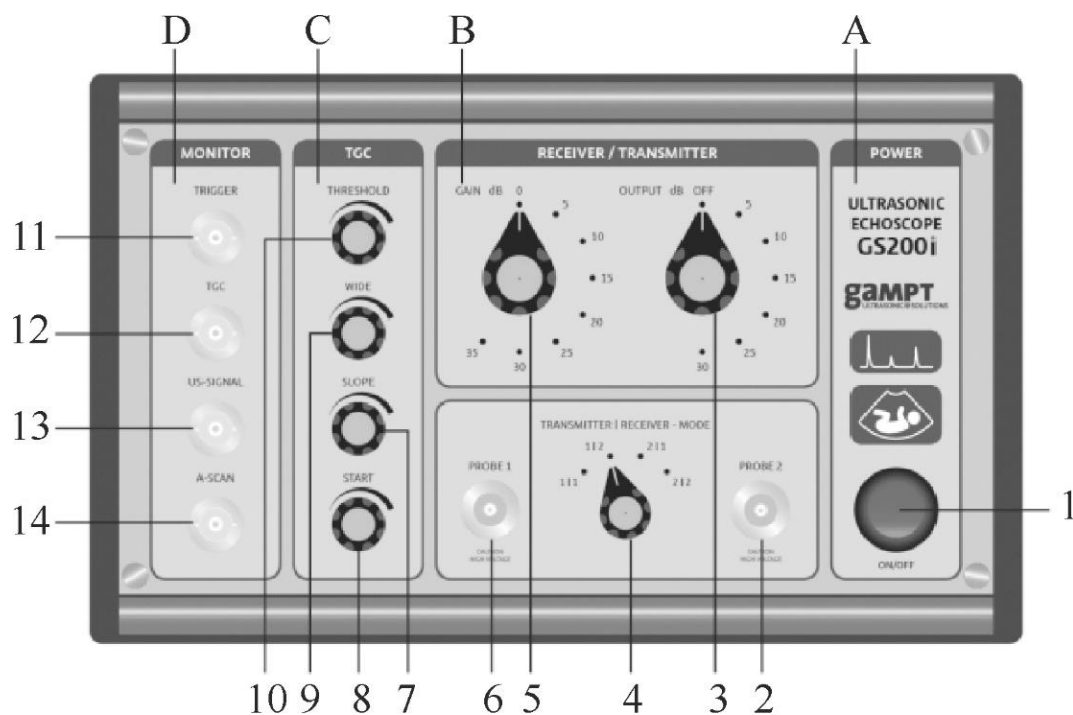

Рис. 14. Лицевая панель блока GS200
Главные контрольные органы и разъёмы для подключения одноэлементных УЗ датчиков расположены на передней стороне блока GS200. Чтобы сделать яснее принципы работы аппаратов УЗИ, отдельные компоненты эхоскопа сгруппированы по их функциям и визуально расположены на лицевой панели соответствующим образом. Её описание даётся ниже (см. рисунок 14).
По мере прохождения сквозь вещество звук ослабевает. Интенсивность сигнала как функция расстояния (или времени прихода сигнала эха) уменьшается. Частично скомпенсировать эту потерю позволяет блок TGC (англ. Time Gain Control, что указывает на характер зависимости коэффициента усиления от времени и глубины возникновения эха). Благодаря нему можно наблюдать неоднородности в изучаемой среде на большой глубине. Соответствующие органы управления сгруппированы в виде вертикального ряда четырёх регуляторов 7–10 (рисунок 14):
9. Добейтесь формы диаграммы TGC подобной той, которая показана на Рисунке 21 с помощью ручек 7–10 блока С (Рисунок 14). Начальные позиции переключателей блока передатчика и приёмника эхоскопа GS200 «Receiver/Transmitter» (блок В, переключатели 3 и 5, Рисунок 14) должны быть «Gain» – 10, «Output» – 10 дБ. При необходимости эти параметры можно будет изменить в ходе работы.
1. Установите режим приёма-передачи на 1|2 (или 2|1) соответствующим переключателем (см. Рисунок 14). Разница между разными режимами проиллюстрирована на Рисунке 22.